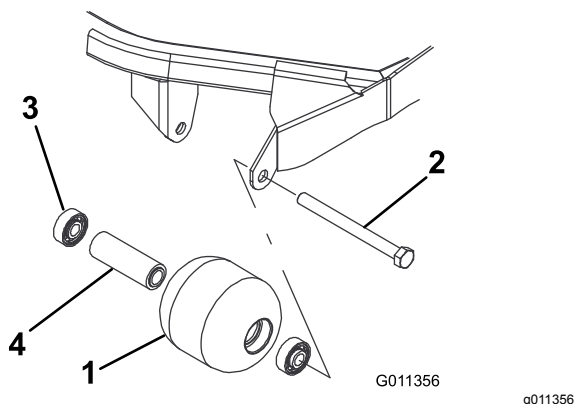

図 99
1. ローラ取り付けボルトを外す 図 99。
サに破損がないか点検する 図 99。破損している
図 99。アウターレースのみを押すか、インナー
2. スペーサを入れる 図 99。